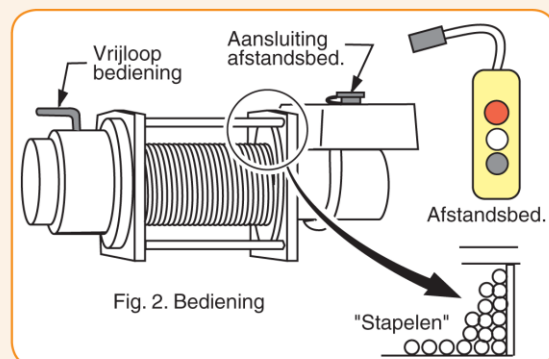

Fig. 2. Bediening
- 2.2 Als de lierwagen in de juiste positie is gebracht, deze op de handrem zetten. Verwijder een eventueel aanwezige presenting en sluit de afstandsbediening aan (zie fig. 2).
- 2.3 Schakel de vrijloop van de lier in (zie fig. 2), en loop de lierkabel uit tot aan het te lieren object.
- 3.1 Bij kleine hoekafwijkingen (max. ca. 30°) en in relatief vlak terrein. Doorloop de stappen 1.1 t/m 2.8 let echter bij het lieren goed op het zogenaamde "stapelen" van de draad tegen de trommelflens (zie fig. 2). Stop het lieren op het moment dat de lierkabel nog juist vrij ligt van de verbindingstangen. Zeker het te lieren object zodat een stabiele situatie ontstaat. Vrijloop inschakelen, en de kabel afspoelen tot de trommel weer een vlak opspoelbeeld laat zien. Vrijloop uitschakelen, en onder handgeleiding de kabel gelijkmatig opspoelen, zodanig dat de kabelwindingen strak tegen elkaar liggen. Ga hiermee door totdat lierkabel weer strak staat, en verwijder het zekerings materiaal. Deze handelingen net zo vaak herhalen tot het object op de gewenste locatie staat.